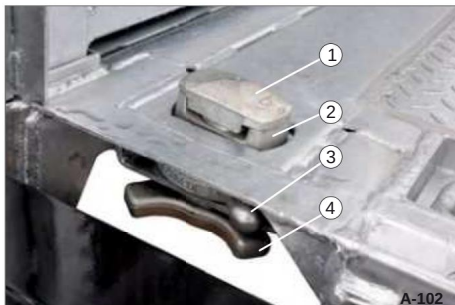
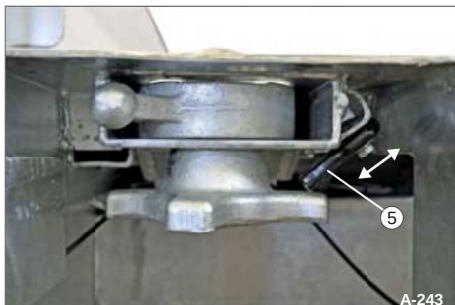

Fig. 155 Oversigt over drejelås
Fig. 156 Oversigt over drejelås
• Løft faldsikringen (Fig. 156/5) og fastgør den. Skru klemmemøtrikken af (fig. 155/4).
• Drej den rillede bøsning (fig. 155/3) til højre.
- ÿ Løft faldsikringen (Fig. 156/5) og fastgør den. Skru klemmøtrikken af (fig. 155/4).